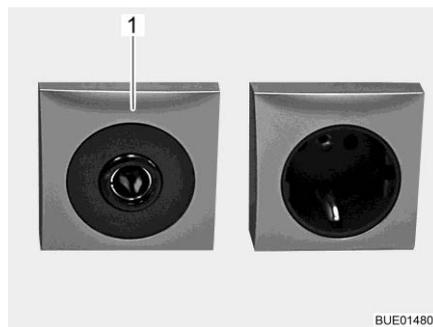

Fig. 179 Caja de enchufe 12 V/10 A
- ▷ Conectar únicamente aparatos con máximamente 10 A a las cajas de enchufe (Fig. 179,1) de la red de a bordo de 12 V.